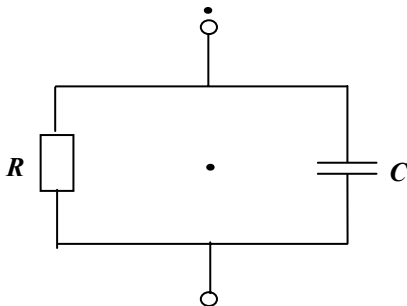

Рис. 2.25
2.2.10. В электрической цепи (рис. 2.25), представляющей параллельное соединение активного сопротивления  $R = 2$  Ом и емкости  $C = 0,191$  мкФ, определить параметры эквивалентной схемы с последовательным соединением  $R_{\text{экв}}$  и  $C_{\text{экв}}$  для частоты 1 МГц, 1,5 МГц, 2 МГц.